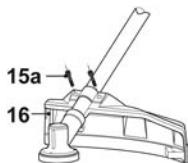

Fig. 4
- > Fixați apărătoarea [16] cu seturile de montaj [15], folosind cheia torx T30 [41] ca surubelnită (Fig. 4).